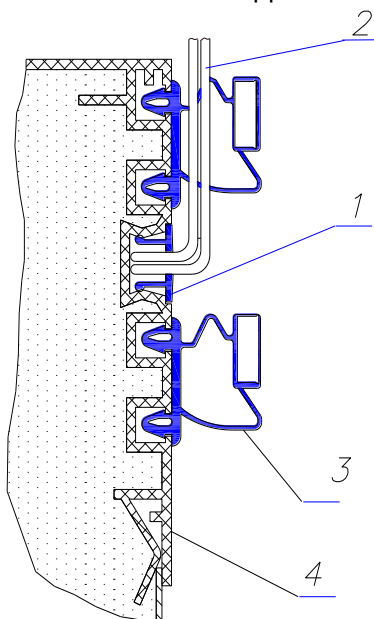
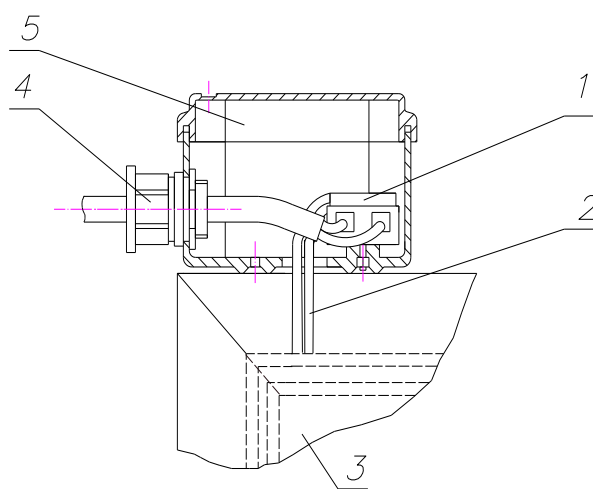
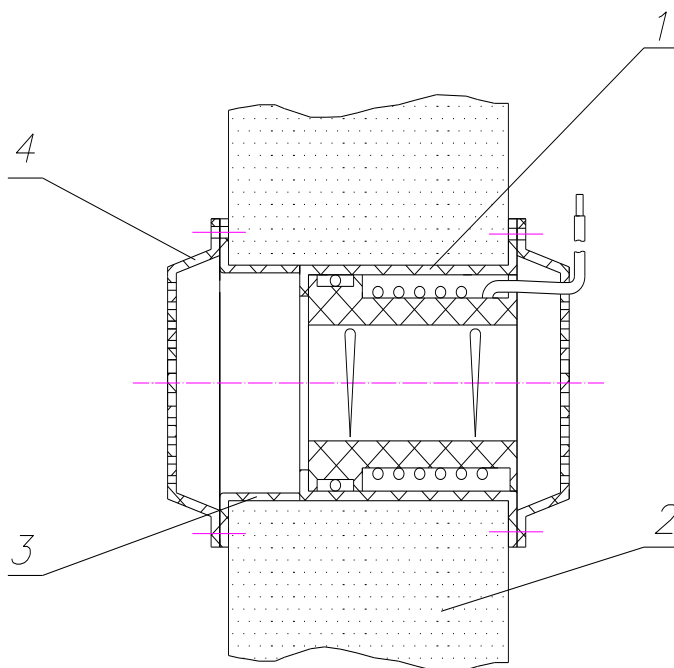

Рис.4 Установка ПЭНа двери
Рис.5 Подключение ПЭНа двери
Рис.6 Установка клапана компенсационного
При монтаже камер типа КХН необходимо установить ПЭН (провод электронагревательный) двери (рис.4, рис.5) и компенсационный клапан (рис.6), которые поставляются по дополнительному заказу.
- снять профиль поз.1 (рис.4), уложить ПЭН в паз профиля двери (поз.4), вывести провода через отверстия, выполненные в профиле поз.1 и мягкой вставке поз.3, и подсоединить к клеммнику соединительной коробки поз.5 (рис.5)
При установке компенсационного клапана в боковой панели просверлить отверстие  $\varnothing 65$  мм. Установку производить в соответствии с рис.6.